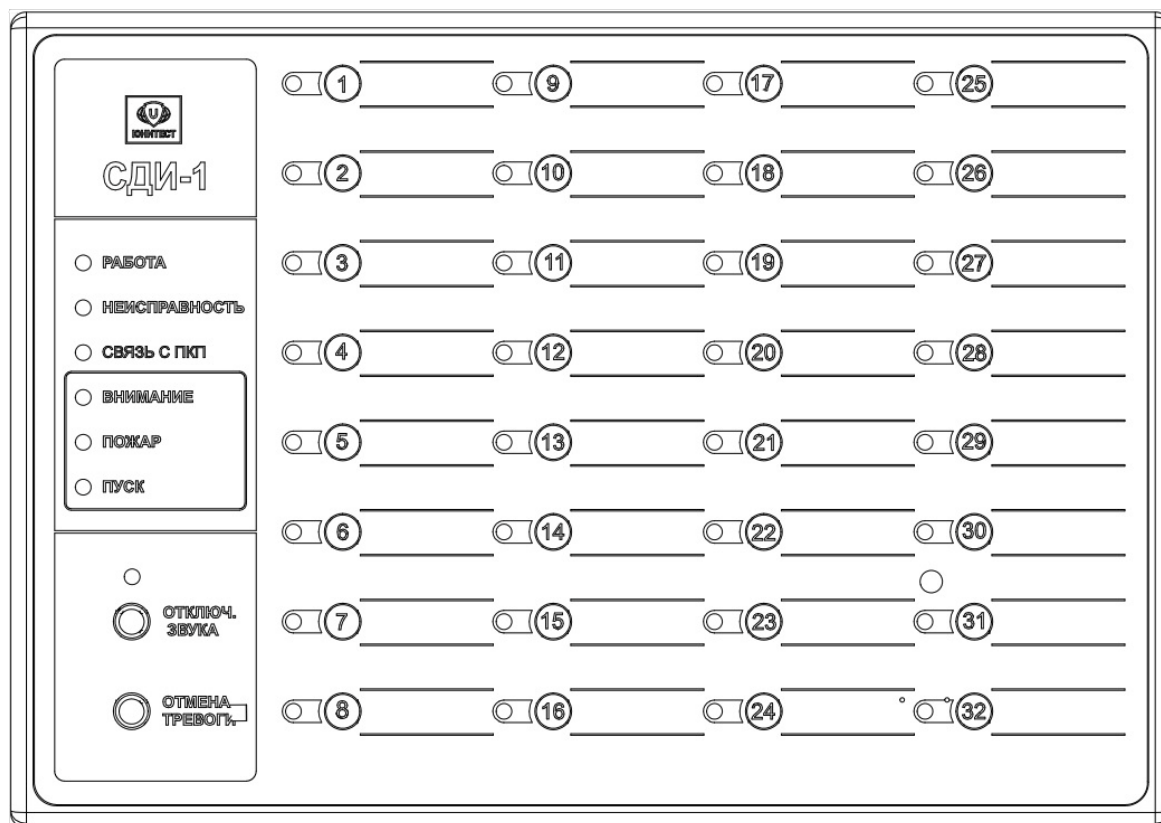

Рис.1. Внешний вид СДИ-1.
1.3. Внешний вид СДИ показан на рис. 1.